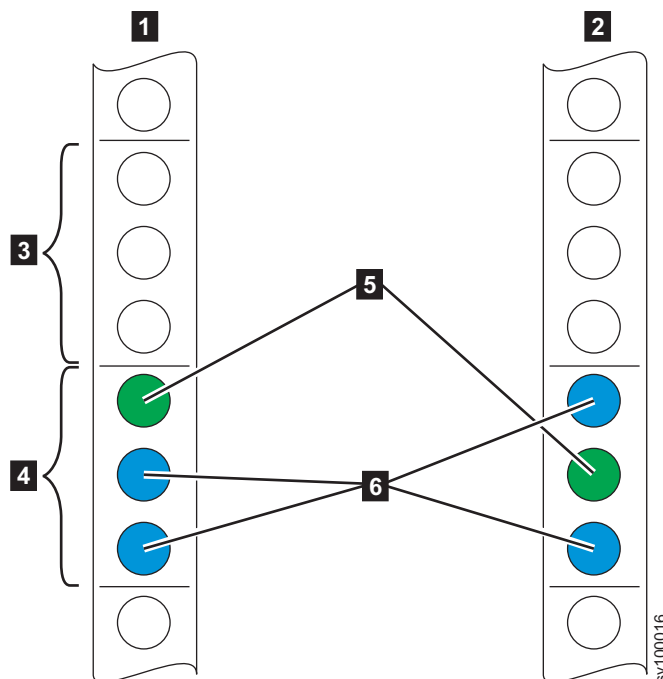

Figure 21. Identification de l'espace d'armoire
2. Sélectionnez un espace 2U disponible (en fonction du noeud sur lequel vous effectuez l'installation) dans votre armoire pour installer le noeud, comme indiqué sur la figure 21.